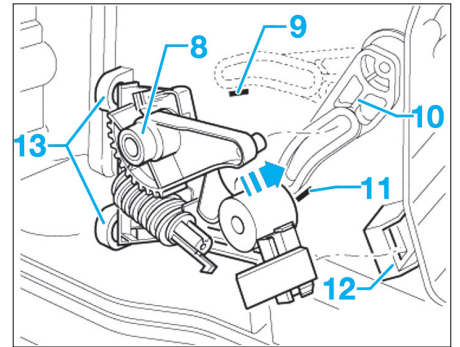

Fig. 18
- Repérer le positionnement du levier (10) du volet de mélange d'air en position de fin de course (volet complètement ouvert (9) et volet complètement fermé (11)) sur le boîtier répartiteur d'air (Fig.18).